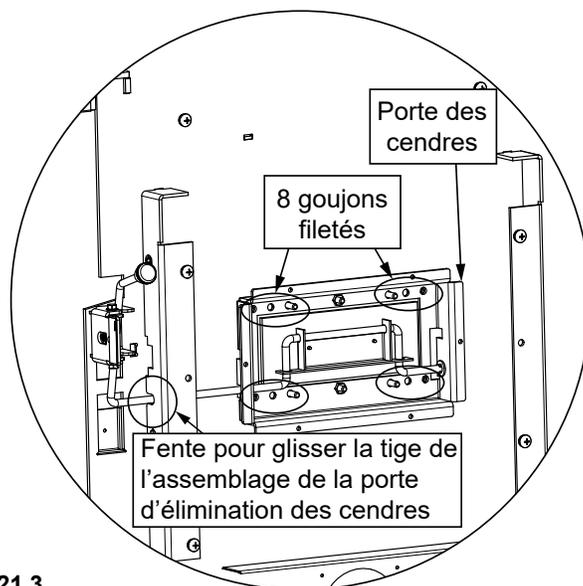

Figure 21.3
7. Installez la porte à cendres en glissant de biais la tige dans la fente sur le côté gauche (**Figure 21.3**).
8. Glissez la porte à cendres sur les 8 vis sortant du fond de l'appareil. Fixez les écrous et les rondelles en utilisant une clé à douille 7/16 (**Figure 21.3**).
9. Installez le verrou de l'ARS en glissant l'ensemble du verrou sur les 2 goujons sortant du fond gauche de l'appareil. Fixez en utilisant deux écrous à l'aide de la clé à douille 7/16 (**Figure 21.3**).
7. Installez la porte à cendres en glissant de biais la tige dans la fente sur le côté gauche (**Figure 21.3 à la page 21**).
8. Glissez la porte à cendres sur les 8 vis sortant du fond de l'appareil. Fixez les écrous et les rondelles en utilisant une clé à douille 7/16 (**Figure 21.3 à la page 21**).